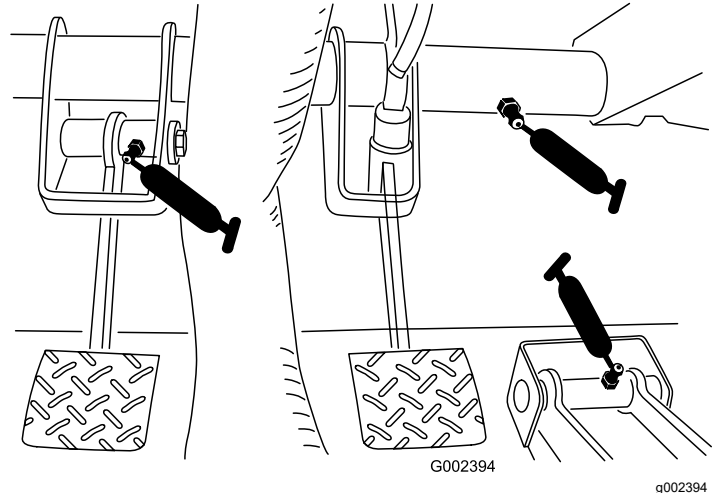

Bild 31
- **Bremse (1)**, siehe Bild 31
- **Kupplung (1)**, siehe Bild 31
- **Gaspedal (1)**, siehe Bild 31